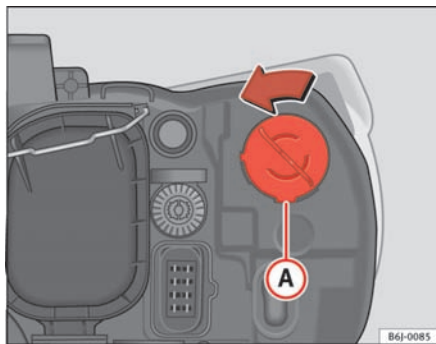

Fig. 144 Blinklys
- Drej fatningen ⇒ fig. 144 **A** mod venstre, og træk i den.